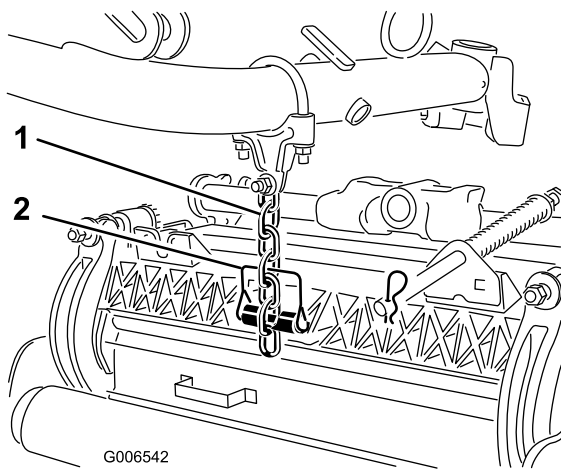

図 18
7. スナッパ・ピンを使って、昇降アームのチェーンをCuttingユニットのチェーン・ブラケット (図 18) に、以下の手順で固定する。